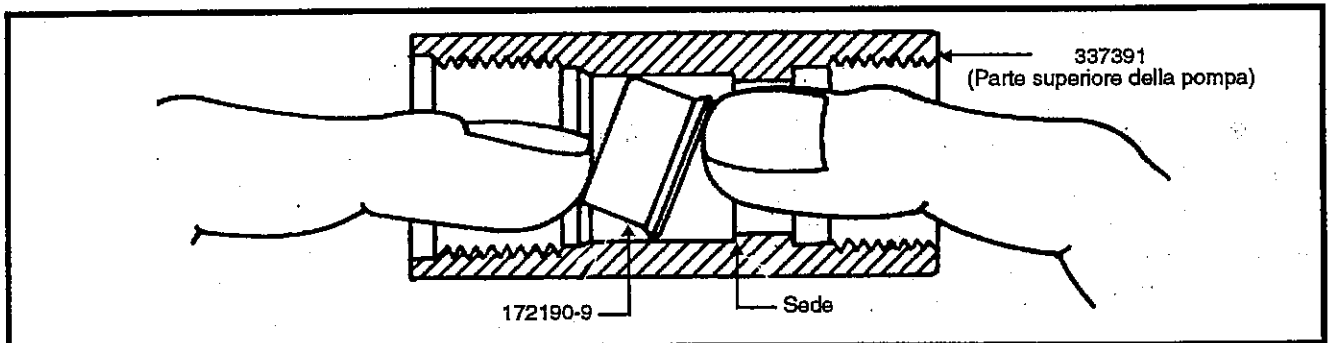

Figura 6: Installazione del rinforzo 172190-9
- b. Inserire il rinforzo lateralmente nella gabbia (Figura 6).
- c. Premere con le dita entrambi i lati del rinforzo attraverso le estremità della gabbia, adattandolo nella sede (Figura 6).